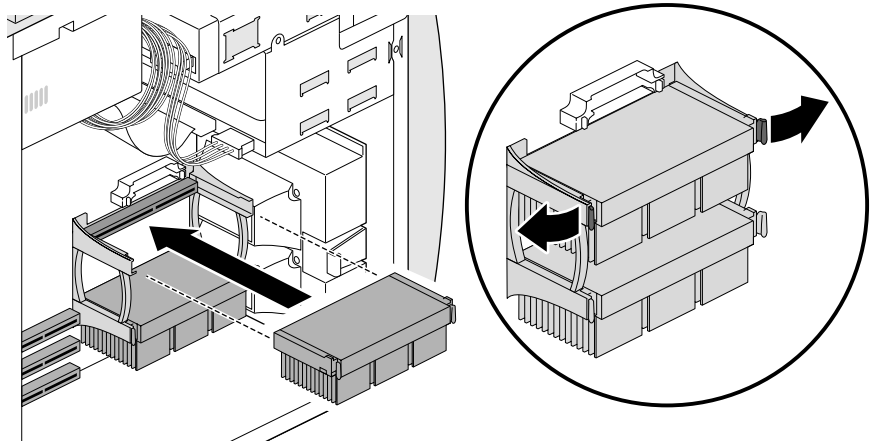

Figure 6-4 Installation d'un processeur
8. Installez le processeur, comme indiqué à la Figure 6-4.